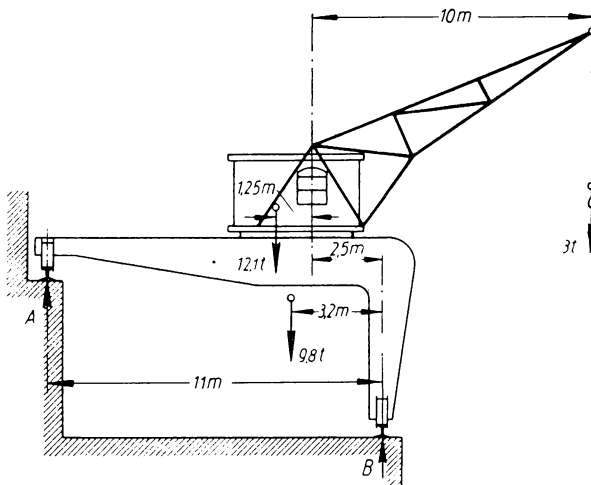

Bild 158
**292.** Bei einem Halbtor-Hafenkran (Bild 158) von den gegebenen Maßen beträgt das Gewicht des auf den Schienen  $A$  und  $B$  laufenden Halbtorgerüsts 9,8 t;